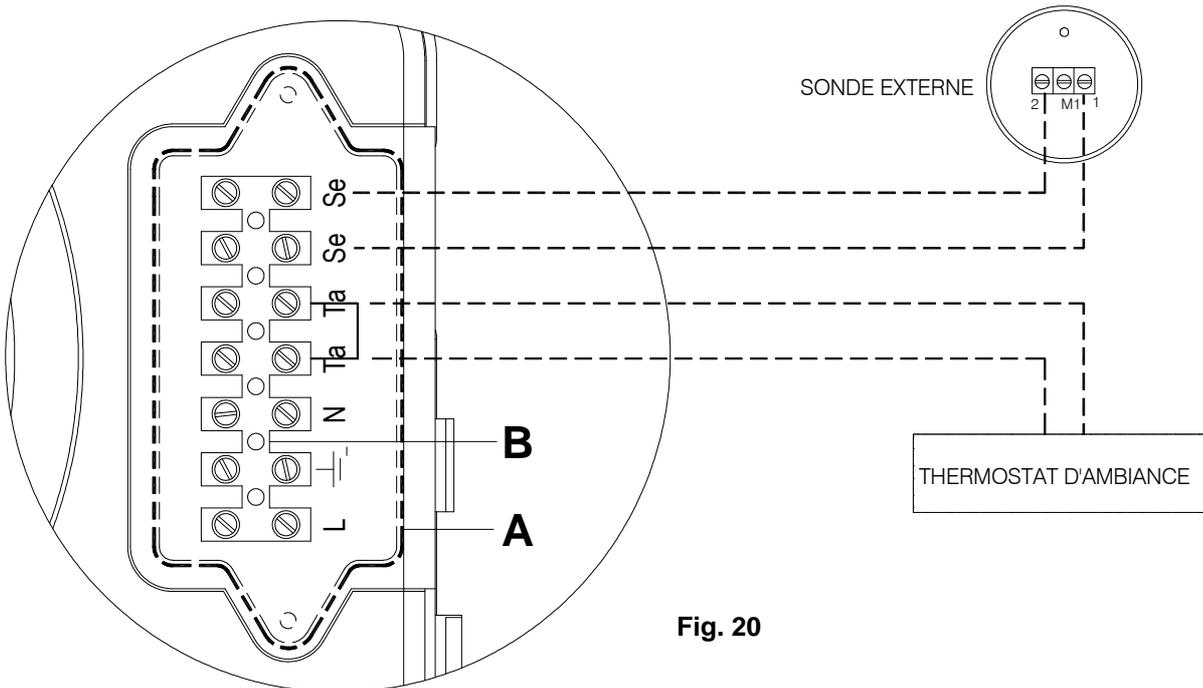

Fig. 20
**Brancher les câbles au bornier se trouvant à l'intérieur du tableau de commande de la façon suivante (voir fig.20) :**